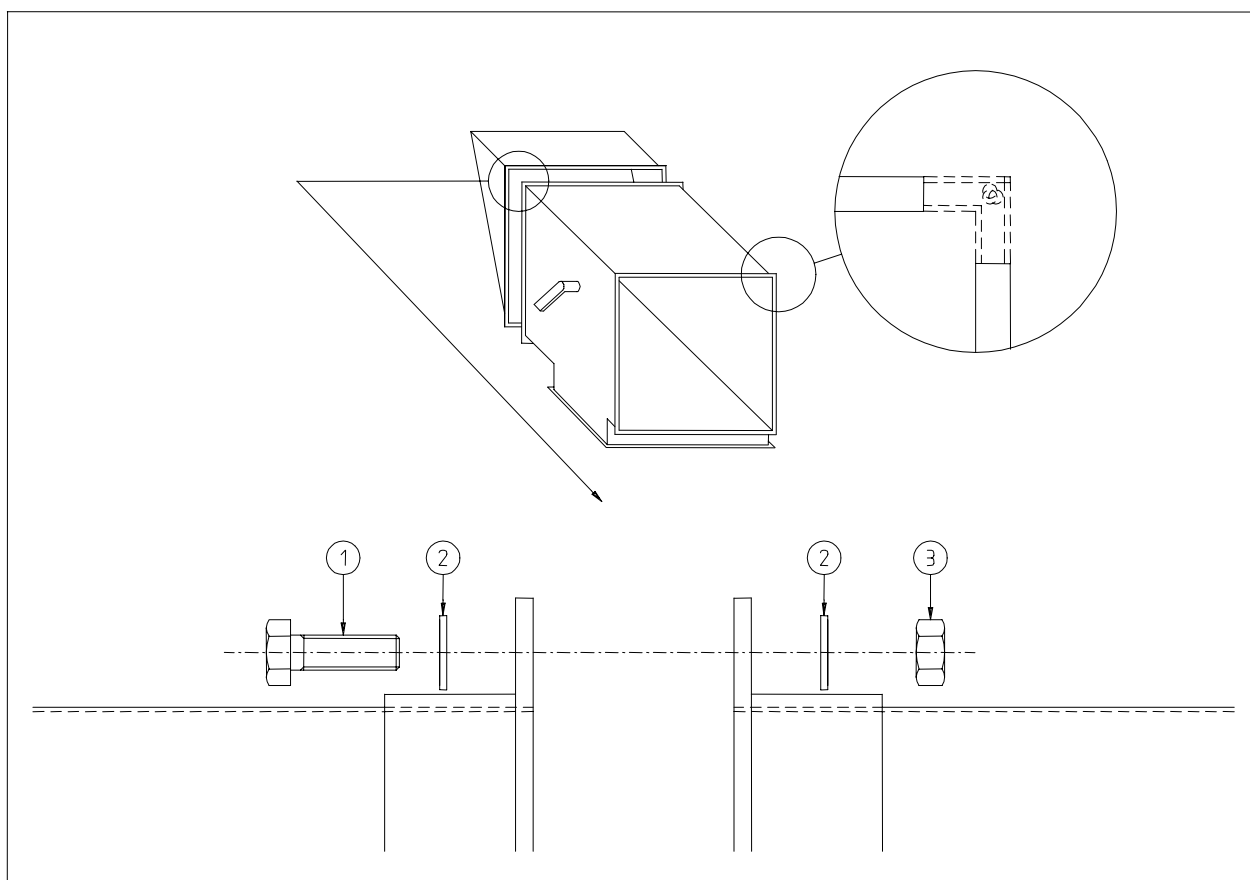

**fig. 26: COLLEGAMENTO TIPICO PER LE CANALIZZAZIONI**
**Tutti gli accessori relativi allo scarico dell'aria sono realizzati in lamiera zincata a caldo o alluminio e sono flangiati per permettere svariate forme di abbinamento tra loro. Le flange mobili dei canali permettono l'allineamento dei fori per la giunzione (fig. 26).**
*Tous les accessoires relatifs à l'évacuation ou à l'émission de l'air sont réalisés en tôle zinguée à chaud ou en aluminium et sont bridés pour permettre différentes façons d'assemblage entre eux. Les brides mobiles des canaux permettent l'alignement des trous pour l'assemblage. (fig. 26)*